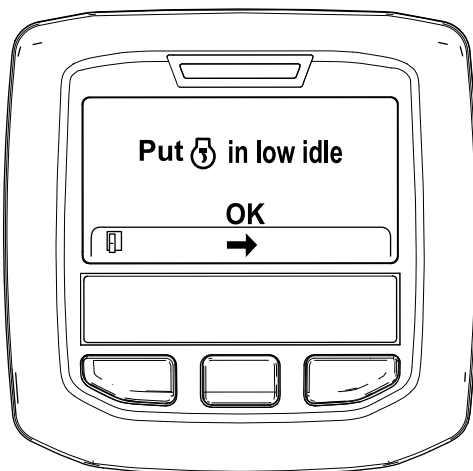

Figura 48
6. Mova o controlo da aceleração para RALENTI BAIXO e prima o botão central (**Figura 48**).